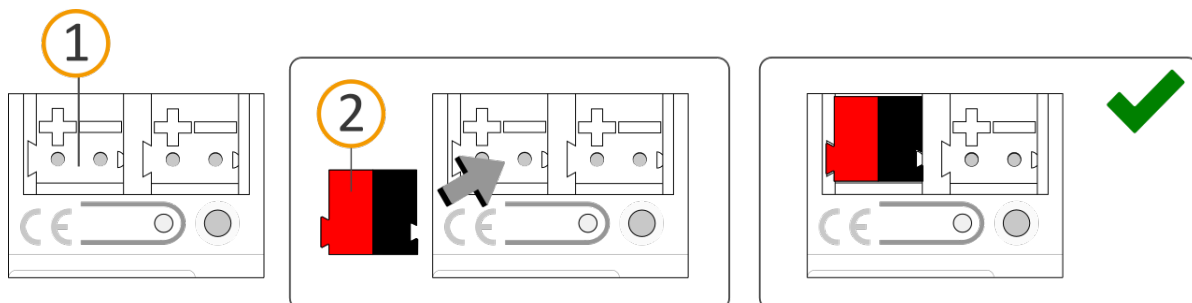

Abbildung 10: Busleitung anschließen
2. Verbinden Sie die KNX/TP-Busleitung (nachfolgend Busleitung genannt) mit dem KNX Anschluss des Geräts (siehe Abbildung 10, Pos. 1) mittels beigefügter Busanschlussklemme (siehe Abbildung 10, Pos. 2). Polung: links/rot: „+“, rechts/schwarz: „-“.
- a. Stecken Sie die Busanschlussklemme (siehe Abbildung 10, Pos. 2) auf.